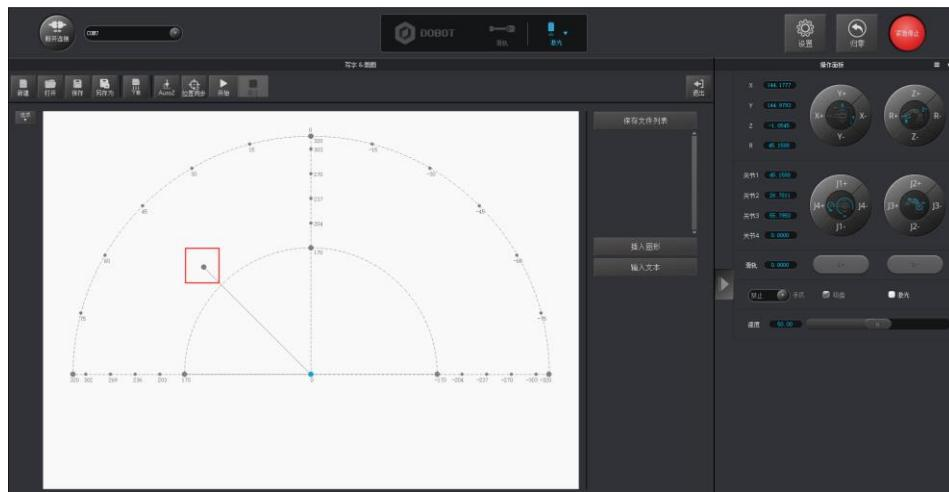

图 5.80 机械臂末端激光套件对应写字画画界面上的点
- 图 5.80 红框中的点为机械臂所在的位置。移动机械臂时，该点的位置也随之变化，且确保在环形区域内移动。